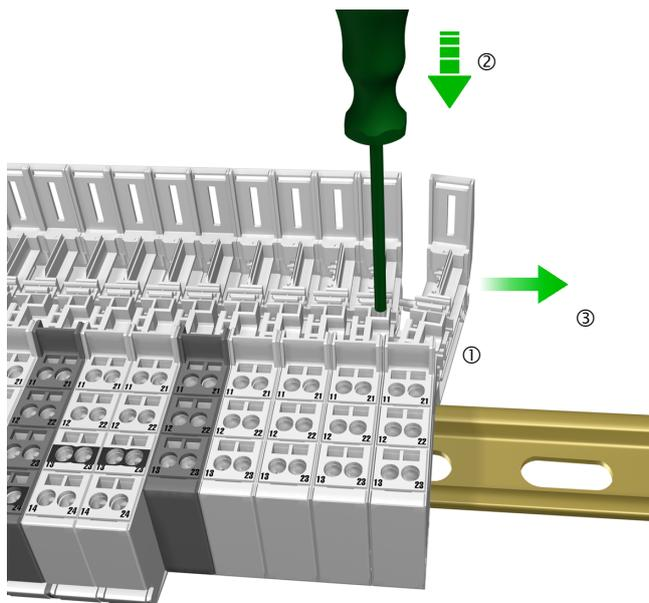
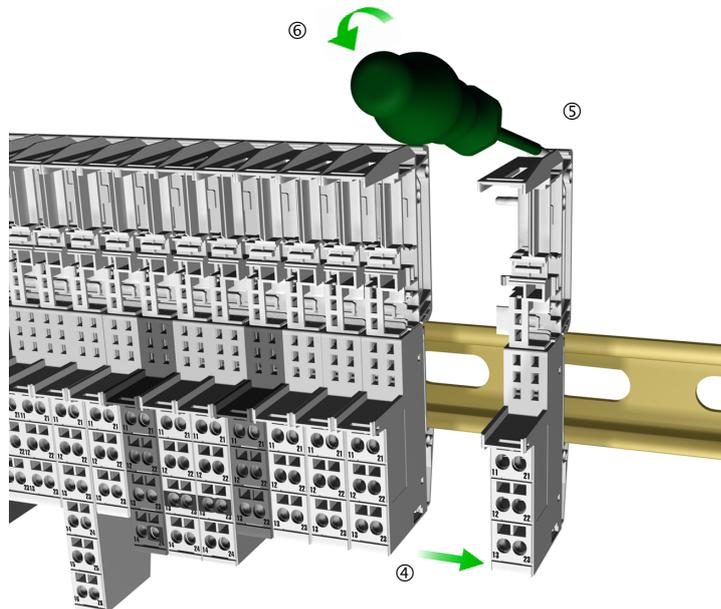

Abb. 316: Demontage von Basismodulen in Scheibenausführung
Abb. 317: Entfernen von Basismodulen von der Tragschiene
- Führen Sie die Schritte 1...4 aus **Abb. 316: Demontage von Basismodulen in Scheibenausführung (Seite 494)** und **Abb. 317: Entfernen von Basismodulen von der Tragschiene (Seite 495)** durch. Hier ist das Vorgehen bei Scheiben- und Blockbasismodulen identisch.